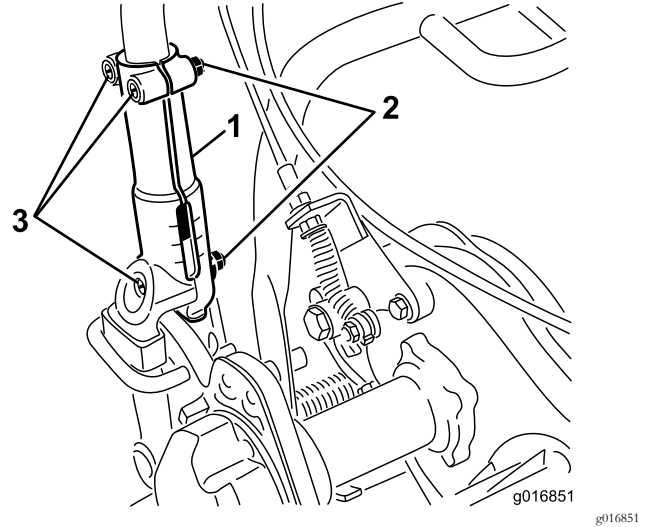

Bild 31
1. Lösen Sie die drei Schlossschrauben und Muttern, mit denen jede Seite des Holm in den Holmklemmen befestigt ist (Bild 31).